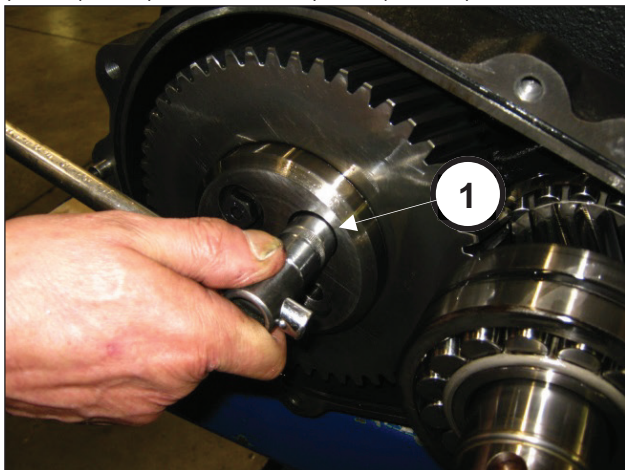
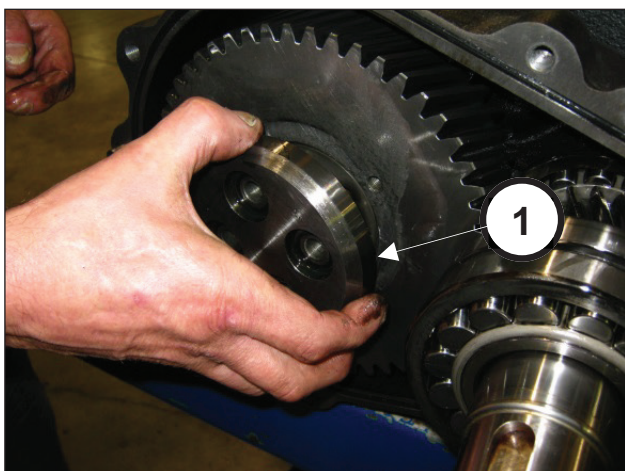

Рис. 9
Рис. 10
По завершении операции снимите крышку редуктора. Открутите винты крепления фиксатора зубчатого колеса (поз. ①, Рис. 9) и снимите его (поз. ①, Рис. 10).